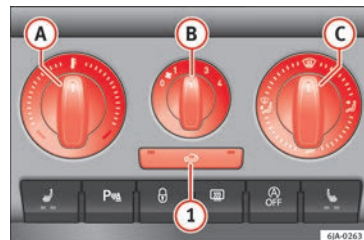

Bild 169 Uppvärmning: reglage
Luftflödet från munstyckena regleras med reglage C » bild 169. Munstycke 3
- Vrid reglage **A** » **bild 169** medsols för att höja temperaturen.
- Vrid reglage **B** » **bild 169** till läge 1 till 4 för att slå på fläkten.
- Vrid reglage **C** » **bild 169** för att välja de ventilationsmunstycken » sidan 142, Ventilationsmunstycken du vill aktivera.
Alla reglage, utom reglage **B** » **bild 169**, kan ställas på valfritt mittläge.
Om vredet **C** » **bild 169** är i upptiningsläget så är luftcirkulationsspjället alltid öppet (lampan i knappen är släckt).
- Tryck på knapp **1** » **bild 169**. Lampan i reglaget tänds som ett tecken på att luftcirkulationen i kupén har aktiverats.